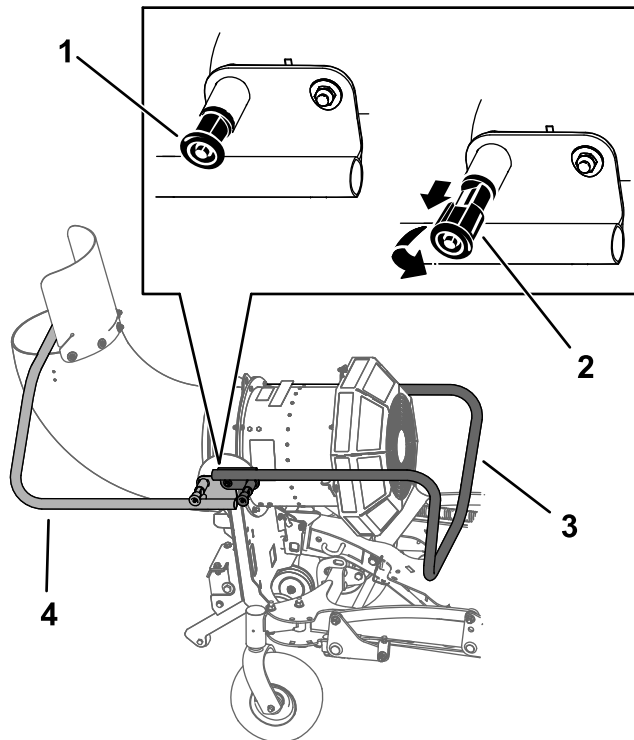

Figure 21
4. Sortez les goupilles de verrouillage de la béquille de chaque côté de la machine, tournez-les de 90 degrés pour les désengager et faites pivoter la béquille à l'opposé de la machine (Figure 21). Engagez les goupilles et vérifiez qu'elles s'enclenchent en position.